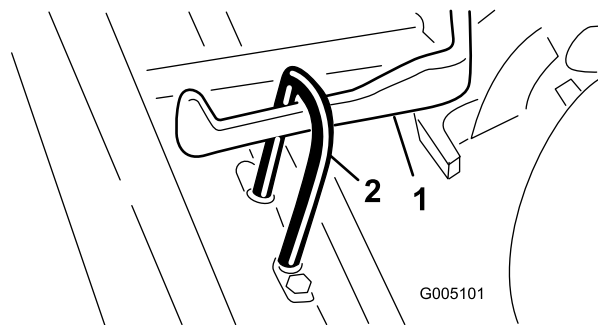

図 7
- カッティングユニットをプルフレームの下に引き入れ、吊り輪 (フープ) を昇降アームに引っかける (図 7)。